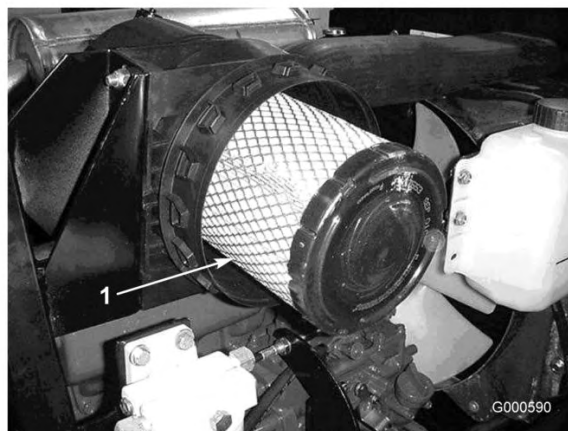

Figura 33
3. Togliete il filtro primario e sostituitelo (Figura 33).